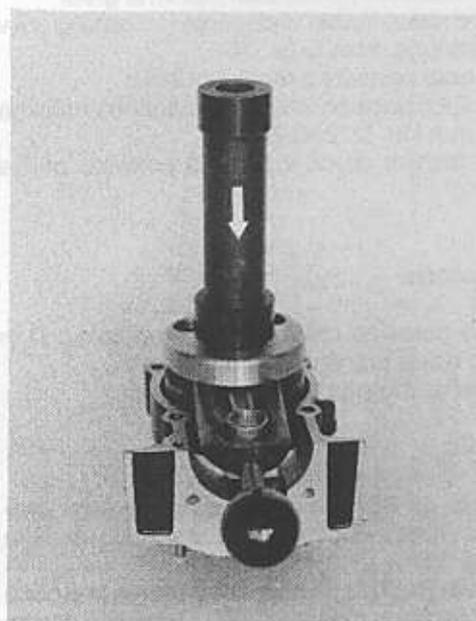

Fig. 37
4. Insert the tool, Part No. 735.753, between the two crankshaft halves (Fig. 37) to avoid a deformation while pressing the bearing into the lower crankcase half.
4. Con l'ausilio dell'attrezzo Part. No. 735753 pressare l'albero motore (Fig. 37) nel semicaratter